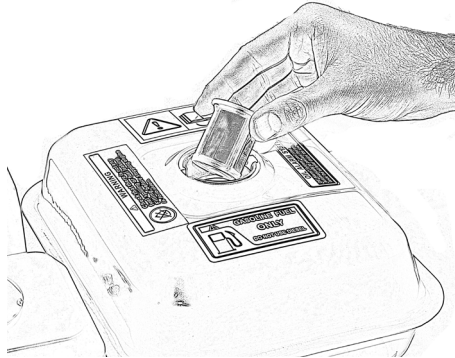

Bild 26
- Öppna tanklocket och ta bort tankens sil, fig. 26.